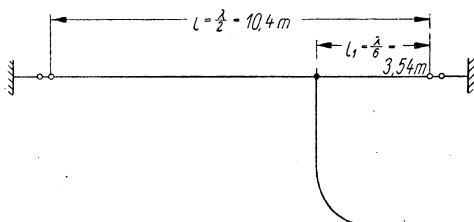

Bild 52. Windom-Antenne für das 20-m-Band
- * 16. Der Aufbau einer Windom-Antenne für das 20-m-Band ist zu zeichnen und ihre Dimensionierung zu erläutern! (Bild 52)